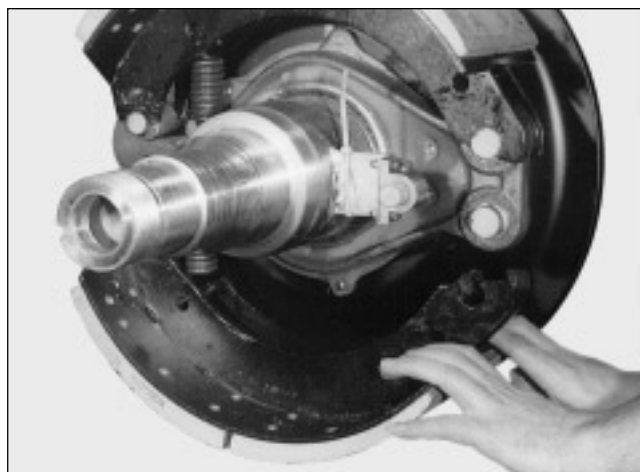

FIG. 17
2. Saisissez le sabot inférieur pour l'écartier de la broche d'ancrage. Inclinez-le vers l'avant puis soulevez-le pour le retirer de la tête de l'arbre à cames (Fig. 17).